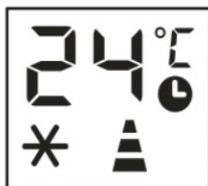

Fig 6
- Drücken Sie mehrmals, bis die entsprechende Uhrzeit angezeigt wird. Warten Sie ca. 4 Sekunden, der Timer ist aktiv und das Symbol  wird auf dem Bildschirm angezeigt. (Abb. 6)